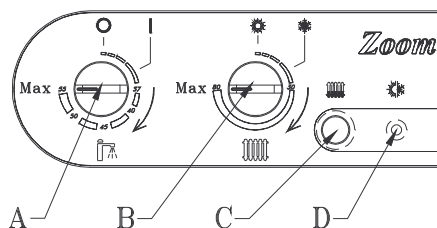

Fig.36
- Predisporre l'interruttore DIP2 della scheda elettronica sulla posizione "ON" (Attiva) Fig.30, posizionare i pomelli di regolazione **A e B** (Fig.36) sulla posizione di massimo.